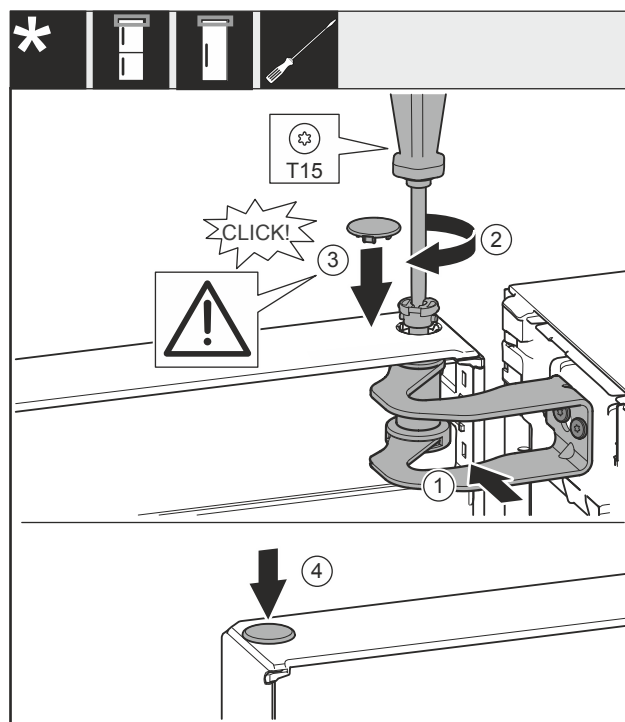

Fig. 25
- Dveře vyrovnejte s otvorem ve stojanu ložiska Fig. 25 (1).
- Vložte čep Fig. 25 (2) a pevně jej utáhněte šroubovákem.
- Nasadte kryt Fig. 25 (3).
- Zkontrolujte, zda kryt Fig. 25 (3) doléhá na dveře.
- Nasadte kryt Fig. 25 (4).